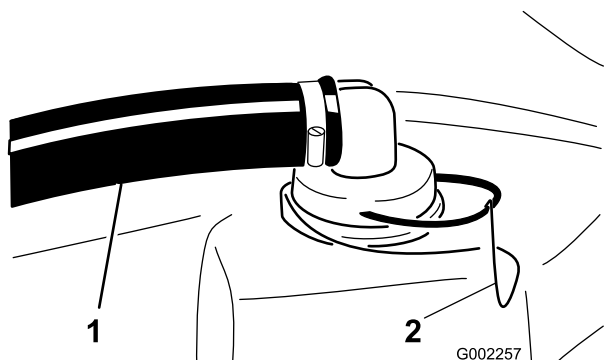

図 56
2. タンク上部の太いホースについている赤いフィッティングからリテーナを外す (図 56)。
3. タンクからホースを外す (図 56)。